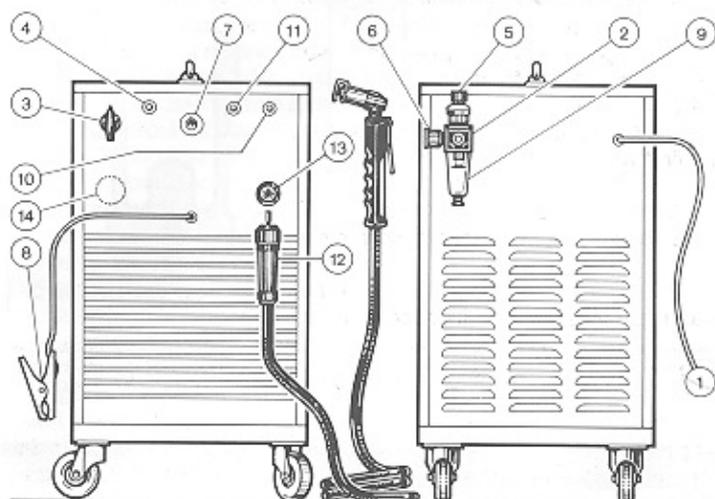
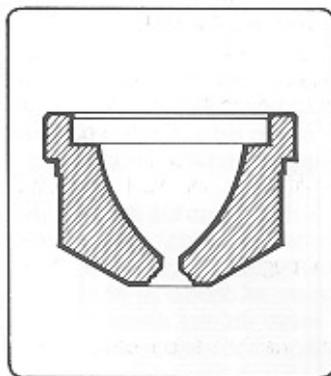
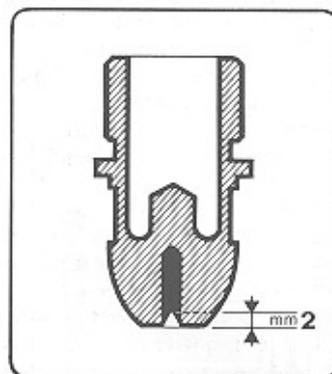
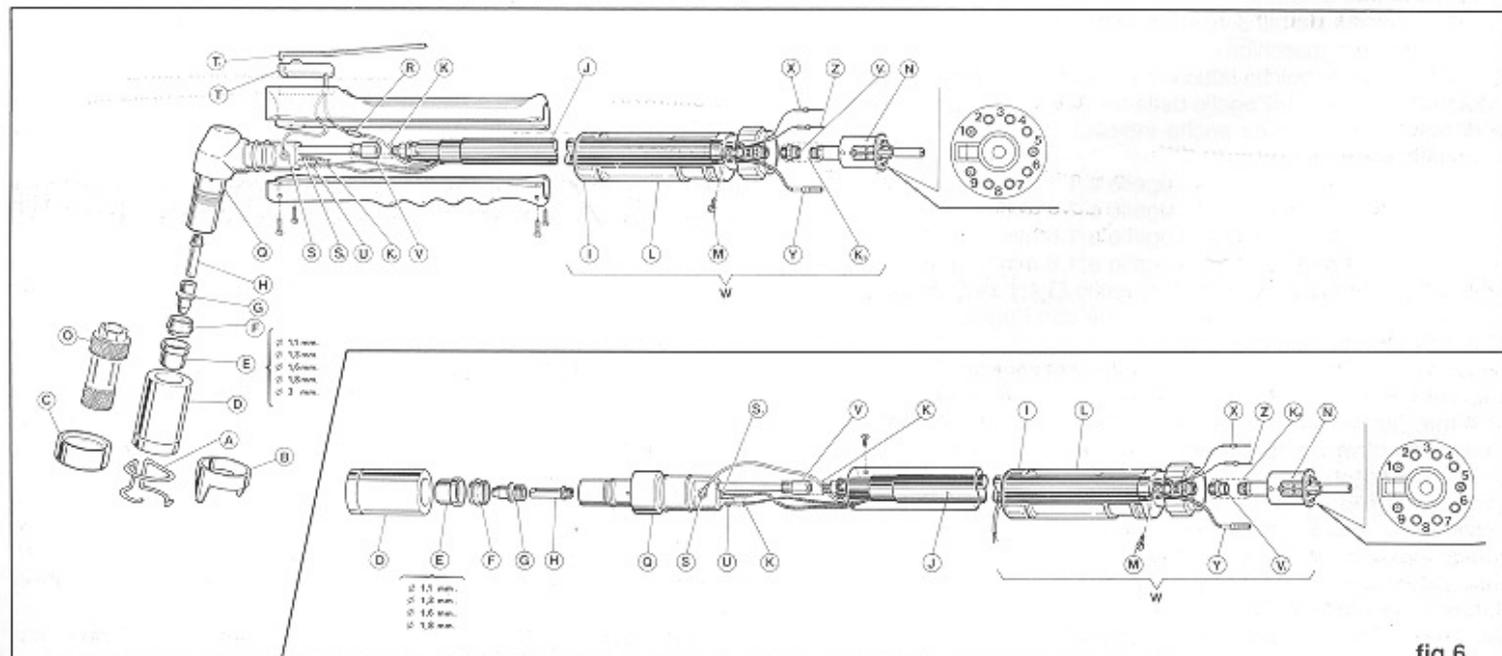

fig.2
fig.7
fig.8
fig.6
Pneumatica: per evitare che la pressione dell'aria sia insufficiente, posta sull'alimentazione della torcia ed evidenziata dalla lampada (11) (fig.2).
- 2) che manda in blocco la macchina quando l'elettrodo raggiunge uno stato di usura tale da dover essere sostituito. Questa seconda funzione è evidenziata dall'accensione della lampada (10) (fig.2).
(Fig. 2) Montare la torcia sulla macchina avvitando a fondo la ghiera dell'adattatore (12) sul raccordo fisso (13) per evitare che perdesse di aria da questo raccordo possano pregiudicare o danneggiare il funzionamento della torcia. Fare molta attenzione a non ammaccare il perno portacorrente o a non piegare gli spinotti dell'adattatore (12); un'ammaccatura sul perno impedisce di scollegarlo, una volta montato, dal raccordo fisso (13); uno spinotto piegato impedisce un buon fissaggio dell'adattatore (12) sul raccordo fisso (13) ed impedisce alla macchina di funzionare.
Nelle altre condizioni è indispensabile utilizzare un distanziale (distanziale a due punte B o molla A fig. 6). Tenere una distanza di circa 4 mm (torcia per impiego in automatico) **per evitare di mettere a contatto diretto l'ugello con il pezzo da tagliare.**
Accendere l'apparecchio agendo sull'interruttore di rete 3 (fig.2); questa operazione, evidenziata dall'accensione della lampada(4), dura alcuni secondi e si completa con la messa in funzione del ventilatore interno alla macchina.
Per questa operazione si deve usare l'ugello E (fig.6) diam.3 mm e si deve montare il distanziale C sulla boccola portaugello D. Il distanziale C serve per evitare che il metallo fuso, durante l'operazione di scriccatura bruci l'isolamento della boccola porta ugello D.
I particolari ad usura (fig.6) sono l'elettrodo G, il diffusore F e l'ugello E. La sostituzione di una di queste è possibile solo dopo aver svitato il porta ugello D.
L'elettrodo deve essere sostituito quando presenta un cratere profondo c.a. 2 mm. (vedi fig.7). Nel caso di mancata sostituzione quando questi è esaurito l'apparecchio va in blocco (accensione lampada spia (10) fig. 2). Per ripristinarlo è necessario spegnere l'apparecchio, sostituire l'elettrodo e riaccenderlo agendo ancora sulla manopola (3) (fig. 2).
L'ugello va sostituito quando presenta il foro centrale rovinato oppure molto allargato rispetto a quello del particolare nuovo (vedi fig.8). Il diffusore F (fig.6) va sostituito quando una delle estremità tende a carbonizzare. Spesso questo particolare, a causa delle sollecitazioni termiche e meccaniche cui sottoposto, tende a rimanere incollato all'elettrodo G oppure all'ugello E. Per distaccarlo si consiglia di utilizzare l'estrattore O, fornito in dotazione all'apparecchio che permette il distacco senza danneggiare il diffusore.
2) Sostituzione del corpo torcia Q (vedi fig. 6)
3) Sostituzione dell'adattatore W (vedi fig.6)
4) Sostituzione del cavo J (vedi fig.6)
5) Sostituzione del pulsante T (torcia manuale - vedi fig.6)
6) Sostituzione dell'impugnatura (torcia manuale - vedi fig.6)
7) Sostituzione dell'impugnatura (torcia per impiego in automatico - vedi fig.6)
8) Sostituzione del tubetto diffusore H (vedi fig.6)
- manopola 7 (fig.2) non posizionata correttamente.
- morsetto di massa 8 (fig.2) non in buon contatto elettrico con il pezzo.
- foro ugello E (fig.6) troppo grande rispetto al valore di corrente predisposta con la manopola 7 (vedi fig.2).
Evitare di usare corpi appuntiti per non deteriorare il foro dell'ugello. Se si incontrano difficoltà a togliere l'elettrodo operare come indicato: lubrificare il filetto dell'elettrodo con liquido penetrante lubrificante; quindi svitare l'elettrodo. Se durante la rimozione di quest'ultimo si danneggia il filetto del supporto porta elettrodo del corpo torcia ripassarlo con un maschio M11 dopo aver tolto il tubetto diffusore H (fig.6).